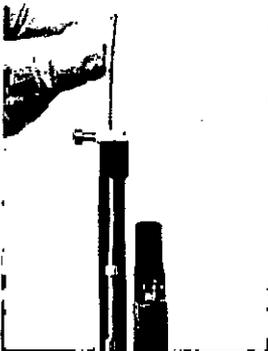

Figura 53
23. Retire el estilete de la guía. (Ver Figura 53)